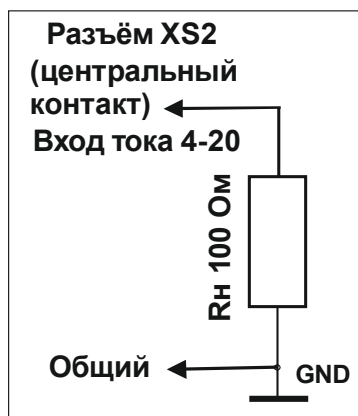
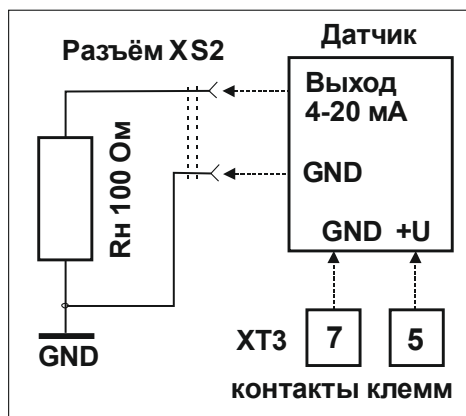

Рис.24
Рис.25
- 2 – CHL (хлор), подключение к разъёму XS2 сверху на корпусе прибора, с внешним питанием, рис.24 или внутренним питанием рис.25 (в соответствии с исполнением);
рН подключение к разъёму XS1, ОВП или CHL(хлор) подключение к разъёму XS2 сверху на корпусе прибора, в соответствии с рис. 24 или рис. 25.